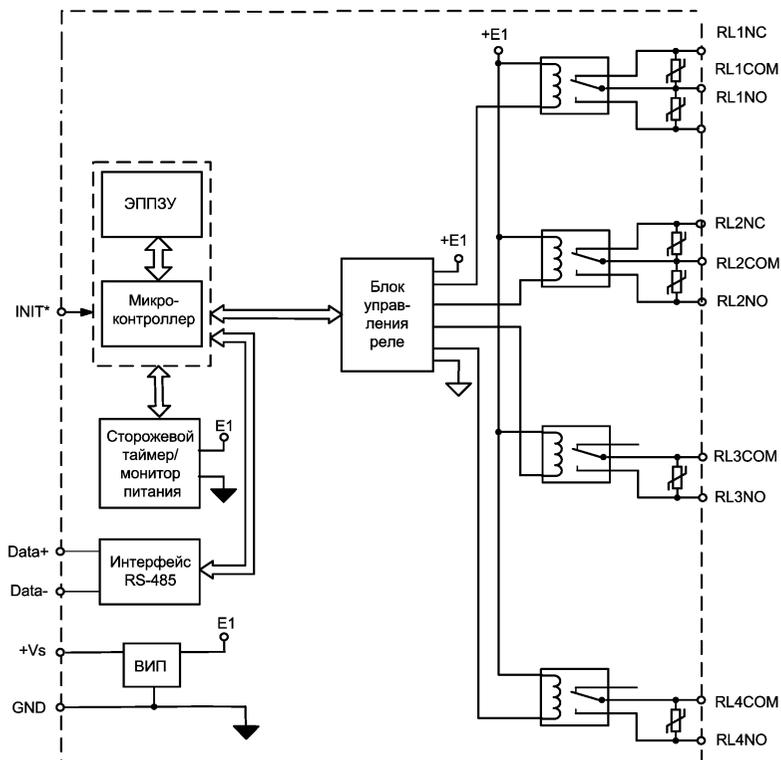

Рис. 4.5. Структурная схема модуля NL-8R-24V.
- имеют групповую изоляцию входов и отдельную групповую изоляцию выходов с тестовым напряжением изоляции 2500 В. Входы имеют гальваническую изоляцию от части модуля, соединенной с источником питания и портом RS-485 (см. рис. 4.1 - рис. 4.5);
Дискретные сигналы со входов модулей через изолирующий повторитель с магнитной связью поступают в микроконтроллер. Изолированная часть модуля, содержащая блоки логического вывода, питается через развязывающий преобразователь постоянного напряжения, чем обеспечивается полная гальваническая изоляция входов и выходов от блока питания и интерфейсной части (рис. 4.1 - рис. 4.5).